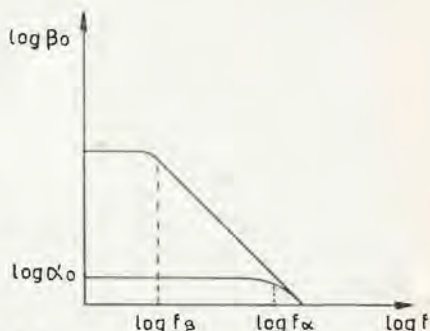

Fig. 1
Si vede dal diagramma riportato in fig. 1 (in cui si è dato a β_0 un valore arbitrario), quale sia l'andamento rispettivo del modulo di β e di α in **decibel** rispetto alla frequenza.
Tenendo però presente che l'andamento delle relazioni (1) e (3) indicato nella fig. 1 non è rispettato in pratica e che perciò il calcolo di f_{α} dalla relazione (4) ove sia nota f_{β} da risultati poco realistici, che le misure sui transistori a frequenze dell'ordine di f_{α} divennero estremamente complicate quando il valore di questa si spostò nella regione tra i 100 MHz e i 1000 MHz, e infine che nonostante tutto a frequenze molto maggiori di f_{β} è abbastanza vera una relazione del tipo